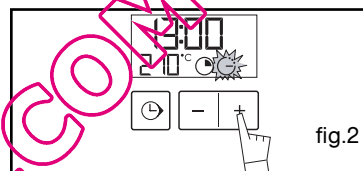

fig.2
Appuyez sur la touche "⌚" pendant quelques secondes jusqu'à faire clignoter l'afficheur (fig.2), puis relâchez. Des bips sonores indiquent que le réglage est alors possible.
Exemple : position  (fig.2).
L'affichage clignote à 0h00 pour indiquer que le réglage est alors possible (fig. 2).
Exemple : fin de cuisson à 13h (fig.2).
- Ajustez le temps choisi en appuyant sur les touches + ou - (fig.2).
- Appuyez simultanément sur les touches + et - pendant une dizaine de secondes jusqu'à l'affichage de "CO" afin de rentrer dans le mode de réglage (fig.2).